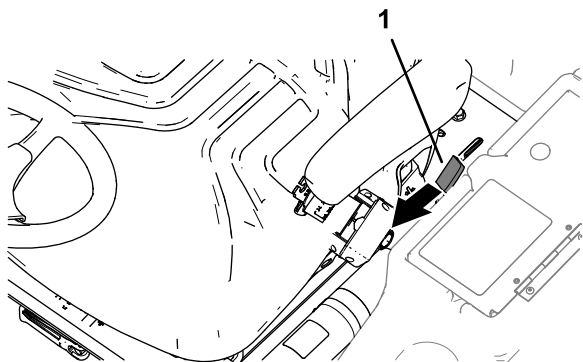

Bild 1
1. Bewegen Sie den Sperrriegelgriff der Plattform (Bild 1) zur Vorderseite der Maschine, bis die Sperrhaken die Sperrstange freigeben.